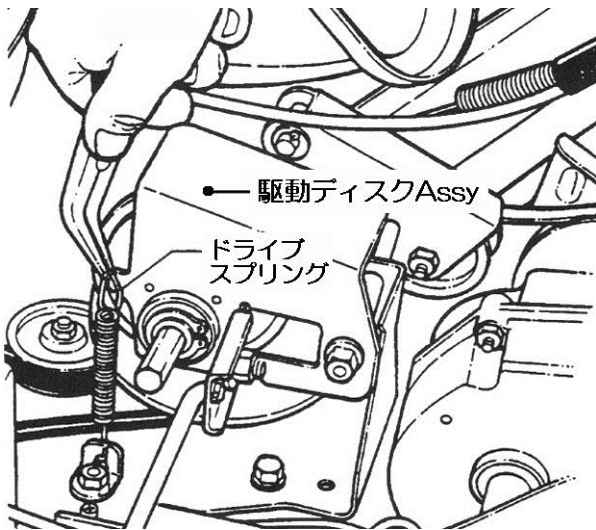

図 6-11
2. 先の細長いプライヤでドライブスプリングを外し、従動ディスク Assy を六角シャフトから引抜きます。(図6-11)